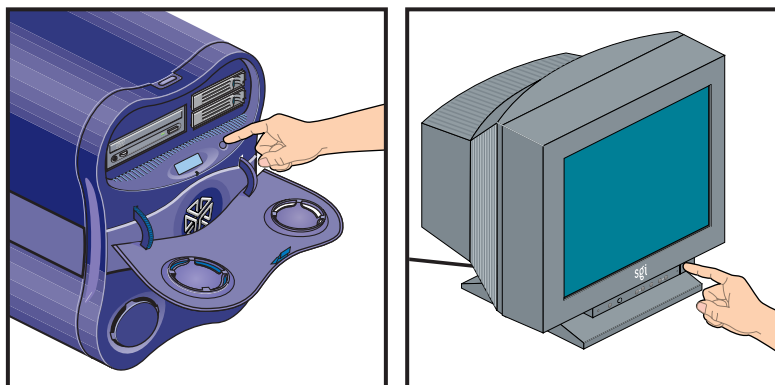

図 3-1 システムの電源の切断
1. ワークステーションにログインしている場合は、ログアウトします。次に、電源ボタンを押して、ワークステーションとモニタの電源を切ります（図 3-1 を参照）。